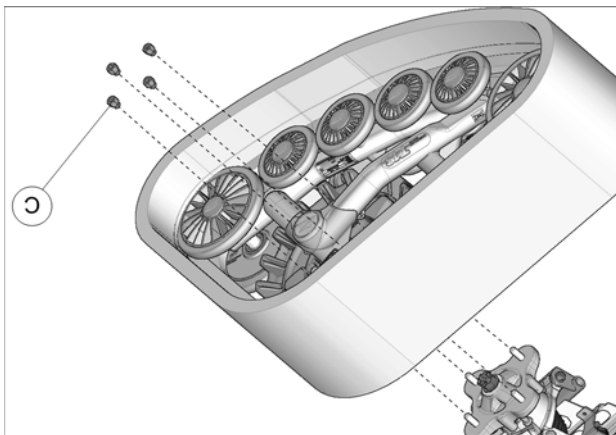

Fig. 10
10. Fixer le système de traction au moyeu de roue arrière. Utilisez les écrous de roue (C) fournis. Voir la Fig. 10